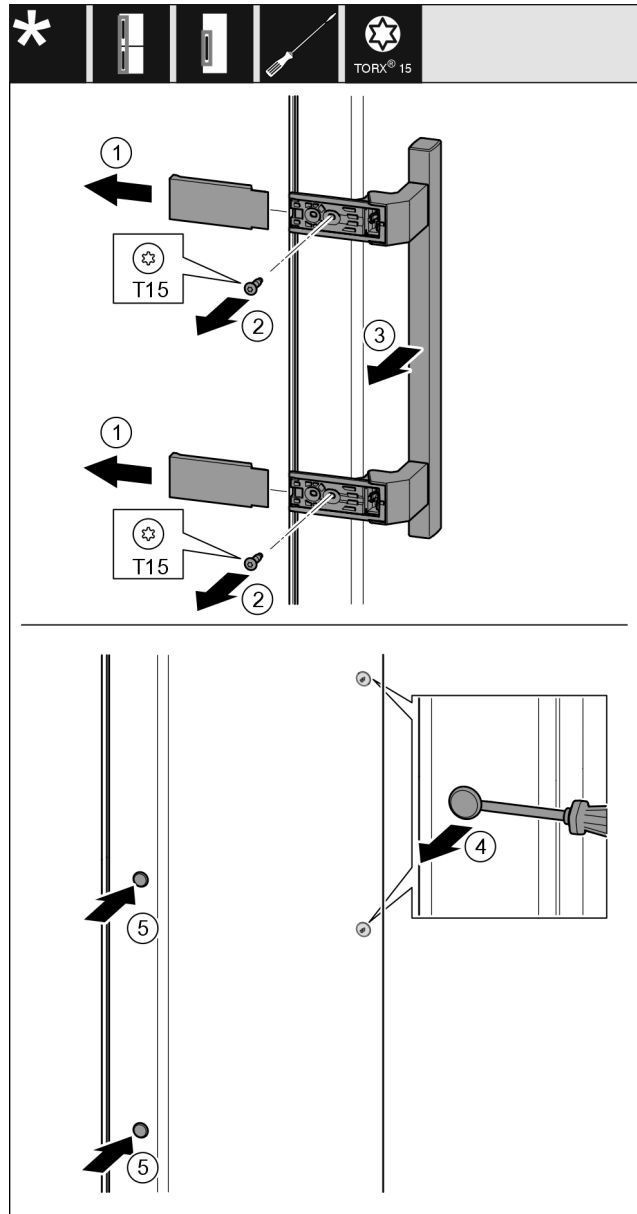

Fig. 21
- ▶ Stiahnite kryt Fig. 21 (1).
- ▶ Vyskrutkujte skrutky Fig. 21 (2) skrutkovačom.
- ▶ Odoberte držadlo Fig. 21 (3).
- ▶ Plochým skrutkovačom opatrne nadvihnite a vyberte bočnú zátku Fig. 21 (4).
- ▶ Zátku Fig. 21 (5) opäť nasadte na druhú stranu.